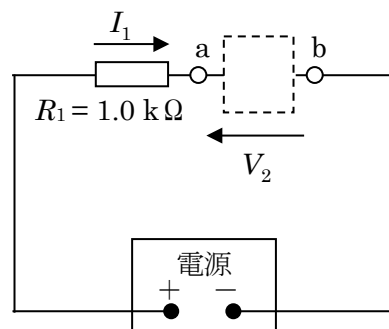
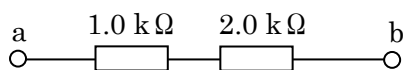
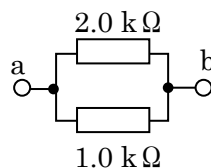
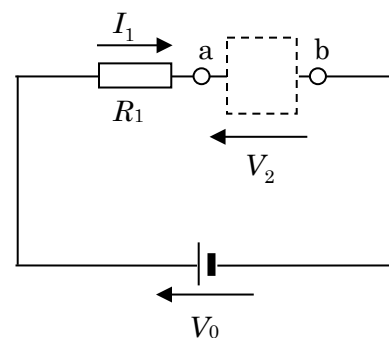

図 4．電気回路 4
図 5．抵抗の直列接続
図 6．抵抗の並列接続
図 7．電気回路 5
- 5) 上の 1)～4)で作成した電気回路 1～3 は, 図 4 の端子 ab 間に, $1.0\text{ k}\Omega$ の抵抗, $2.0\text{ k}\Omega$ の抵抗, 図 5 のような抵抗の直列接続, 図 6 のような抵抗の並列接続を, それぞれ接続したものに等しい。図 5 の端子 ab 間の抵抗値および図 6 の端子 ab 間の抵抗値を計算によって求めよ。途中式も書くこと。
- 6) 上の 1)～5)の結果から, 図 4 の端子 ab 間の抵抗値が大きくなるにつれて, 端子 ab 間の電圧 V_2 および抵抗 R_1 に流れる電流 I_1 がどのように変化したか説明せよ。
- 7) 図 7 は, 図 4 の電源を, 電圧 V_0 の定電圧源に置き換えたものである。この図における電流 I_1 を, V_0, V_2, R_1 を用いて数式で表現せよ。
- 8) 図 7 で, 端子 ab 間にかかる電圧 V_2 が 0 V から 3.0 V まで変化すると, 抵抗 R_1 に流れる電流 I_1 がどのように変化するかをグラフで示せ。ただし, $V_0 = 3.0\text{ V}$, $R_1 = 1.0\text{ k}\Omega$ とする。